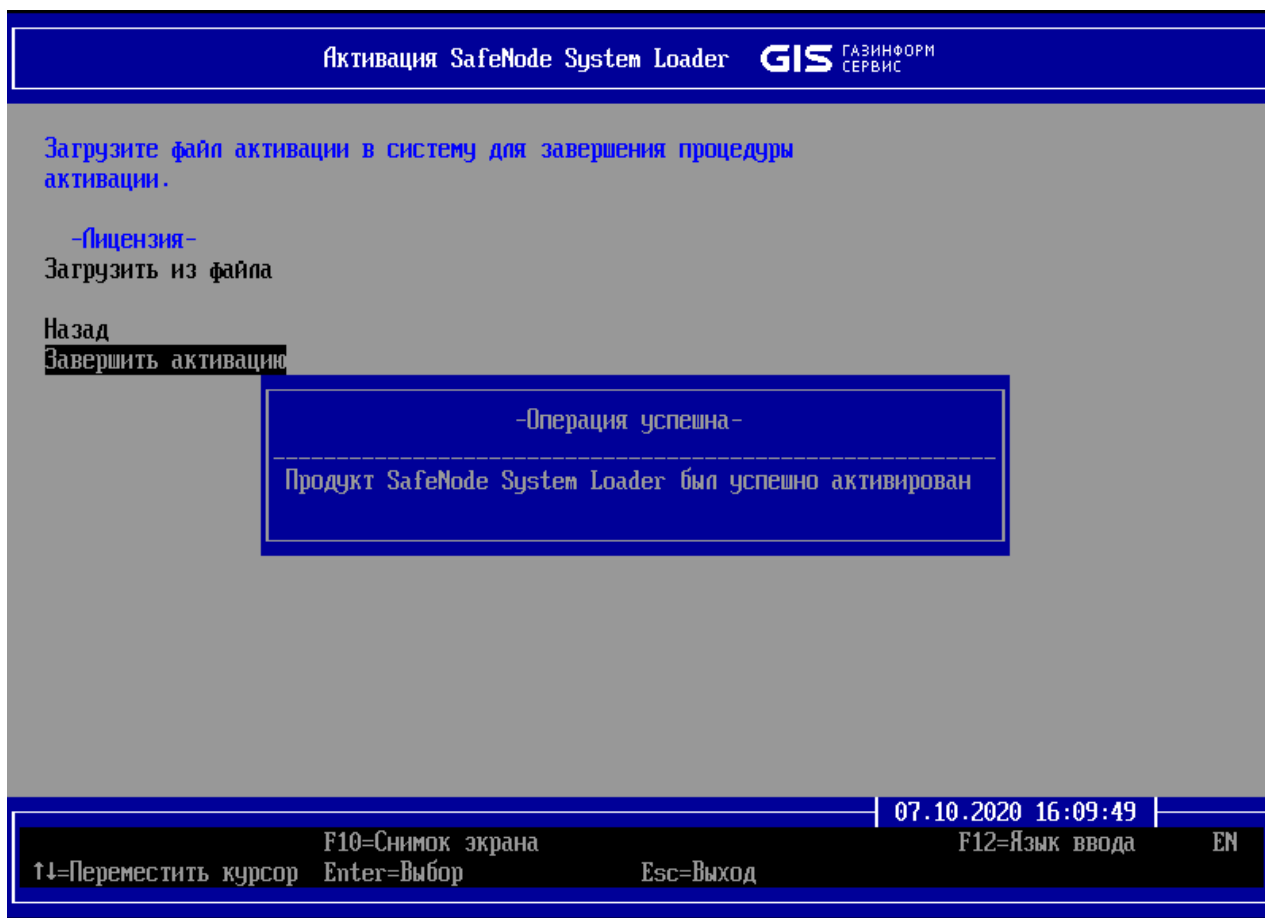

Рисунок 5.21 – Завершение активации
5.15 Для завершения процедуры активации изделия необходимо в диалоговом окне (рисунок 5.16) перейти в поле **«Завершить активацию»**, нажать клавишу **< Enter >** и дождаться появления диалогового окна о завершении активации (рисунок 5.21).